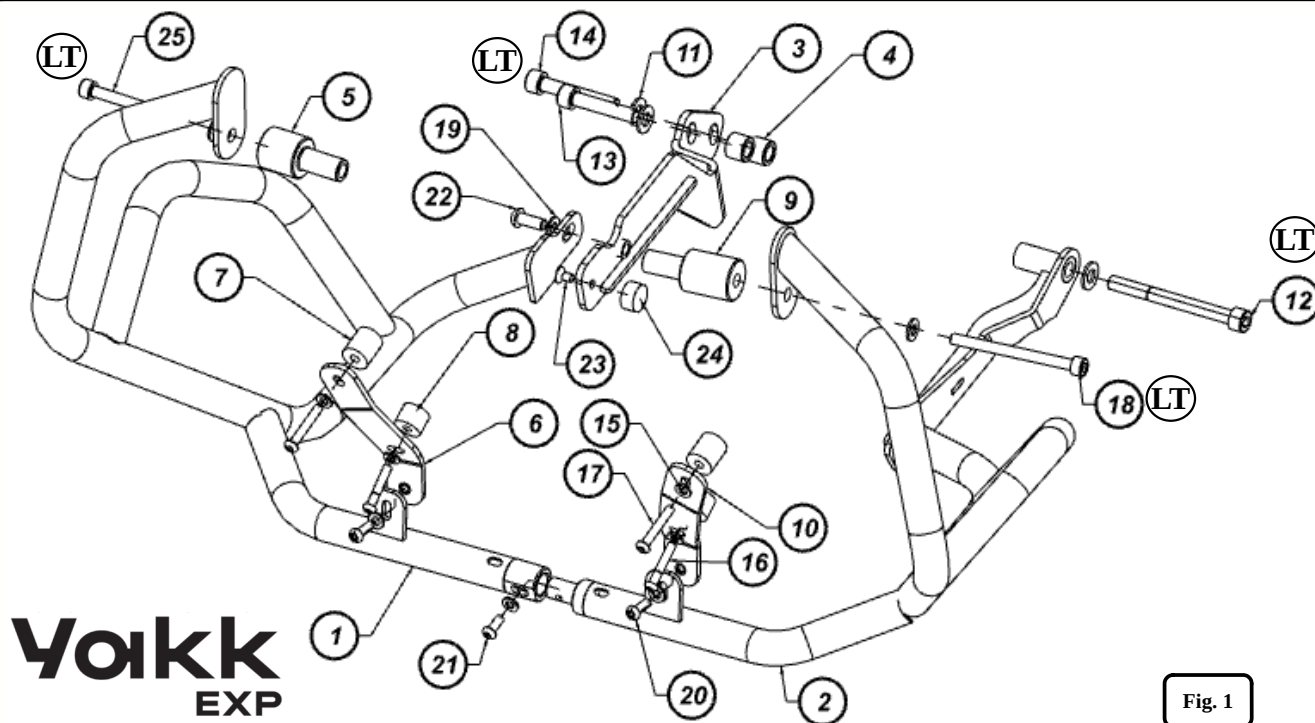

Fig. 1
ENG 2. (B) Loosely fasten the front crash bar mount (6) and (7) to the motorcycle, using the appropriate spacer sleeves, bolts, and washers. [Fig.1], [Fig.3], [Fig.4] !!! Pay attention to the length of spacer sleeves and bolts [Fig.1]
PL 2. (B) Luźno przykręcić przednie mocowanie gmoili (6) i (7) do motocykla, używając odpowiednich tulejek dystansowych, śrub i podkładek. [Fig.1], [Fig.3], [Fig.4] !!! Zwróć uwagę na długość tulejek i śrub [Fig.1]
DE 2. (B) Befestigen Sie die vordere Befestigung des Sturzbügels (6) und (7) locker am Motorrad, indem Sie die entsprechenden Abstandsbuchsen, Schrauben und Unterlegscheiben verwenden. [Abb.1], [Abb.3], [Abb.4].
!!! Achten Sie auf die Länge der Abstandsbuchsen und Schrauben [Fig.1]
ENG 4. (E). Attach the mounting (3) with bolts (13) and (14) through washers (11) and spacers (4) [Fig.1], [Fig.9], [Fig.10] Use thread locker.
5.(F)Attach the crash bar (1) to the mounting (3) with bolt (22) washer (19). Through spacer (5), with bolt (25),washer (11) [Fig.1], [Fig.9], [Fig.10]
PL 4. (E). Przykręć mocowanie (3) śrubami (13) i (14) przez podkładki (11) i tulejki (4) [Fig.1],[Fig.9],[Fig.10]. Użyj kleju.
5. (F). Przykręć gmoil (1) do mocowania (3) śrubą (22) przez podkładkę (19). Przez tulejkę (5), śrubą (25), podkładką (11) [Fig.1],[Fig.9],[Fig.10]
DE 4. (E).Befestigen Sie die Halterung (3) mit Schrauben (13) und (14) durch Unterlegscheiben (11) und Abstandsbuchsen (4) [Fig.1], [Fig.9], [Fig.10]
5. (F). Befestigen Sie den Sturzbügel (1) an der Halterung (3) mit Schraube (22) durch Unterlegscheibe (19).
Durch Abstandsbuchse (5), mit Schraube (25), Unterlegscheibe (11) [Fig.1], [Fig.9], [Fig.10]. Verwenden Sie Klebstoff.